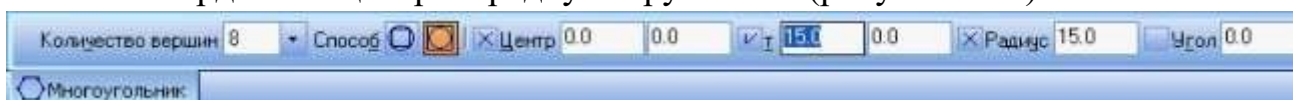

Рисунок 2.14 – Строка параметров Многоугольника
2. Для многоугольника необходимо определить количество вершин, определить каким он будет вписанным или описанным, а затем ввести координаты центра и радиус окружности (рисунок 2.14).